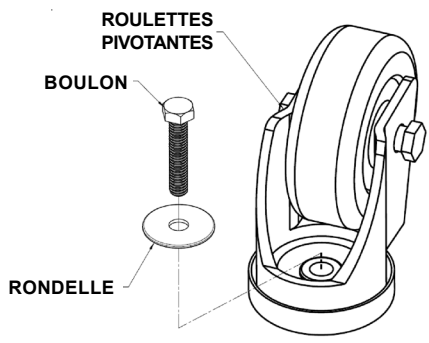

Fig. 4
- Ensuite, insérez le boulon de la roulette dans le trou de l'espaceur en métal, puis, dans le trou arrière du rail de roulette (voir Fig. 4).